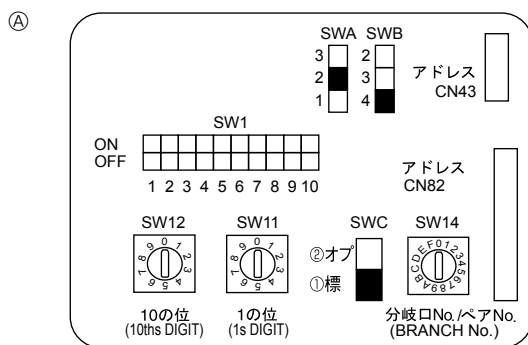

Fig. 4-4
4.5. Configuración de las direcciones (Fig. 4-4)
- ① Cómo configurar las direcciones
- ② Como configurar los números de ramal SW14 (Sólo serie R2)
- ④ Tablero de direcciones
4.6. Ajuste del interruptor para techo alto o en el momento de cambio del número de salidas de aire (Fig. 4-4)
①	②	③
④	4 direcciones	2,7 m	3,2 m
③	3 direcciones	3,0 m	3,6 m
②	2 direcciones	3,3 m	4,0 m
4.7. Captar la temperatura de la sala con el sensor incorporado en el mando a distancia (Fig. 4-4)